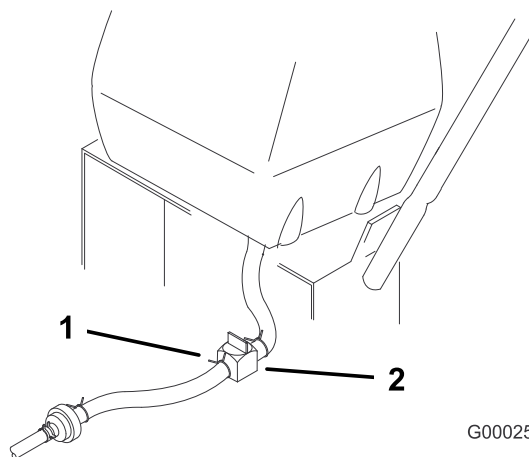

Figure 31
2. Fermez le robinet d'arrivée de carburant sur le réservoir (Figure 31).
3. Pincez les extrémités du collier de fixation et poussez le collier en haut de la conduite d'alimentation, à l'opposé du filtre à carburant (Figure 31).
4. Débranchez la conduite d'alimentation du filtre à carburant (Figure 31). Ouvrez le robinet d'arrivée de carburant et laissez l'essence s'écouler dans un bidon ou un bac de vidange.
3. Fermez le robinet d'arrivée de carburant sur le réservoir (Figure 31).
- 7. Ouvrez le robinet d'arrivée d'essence sur le réservoir (Figure 31).